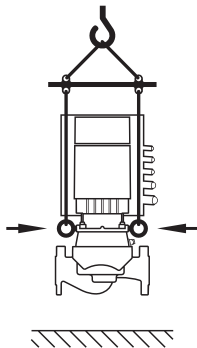

Fig.8 : Transport de la pompe
- La pompe doit être transportée à l'aide d'outils homologués de levage (p. ex. palan, grue, etc.). Ceux-ci doivent être fixés sur les œillets de transport présents sur la bride de moteur (fig. 8, représenté ici : direction de levage avec arbre de moteur vertical).